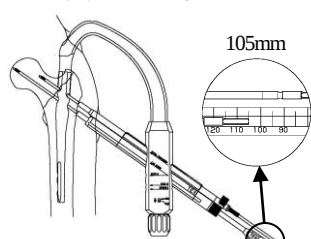

図 16
- 13) ラグスクリュー用ガイドピンスリーブ（内筒）を取り外し、外側骨面にガイドピンデプスゲージ（骨面直接型）を押し当て、ガイドピン挿入深さを計測します。（図 16）